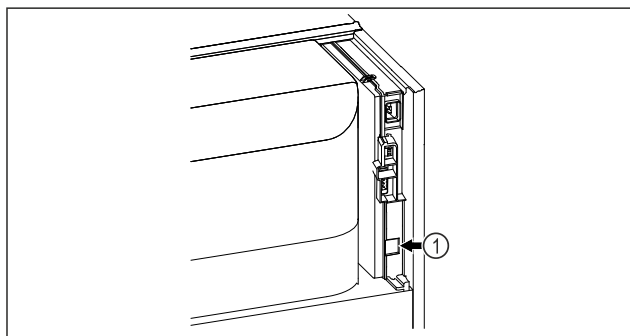

Fig. 132
- Vstavljen je SmartModule Fig. 132 \(1\).